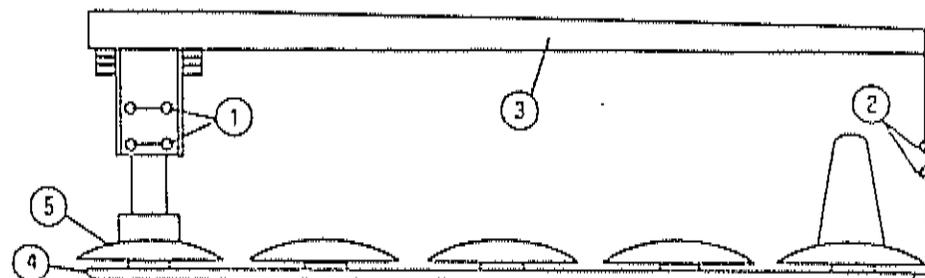

Bild 22
1. Einstellen des Mähbalkens zum Tragarm (Bild 22)
Speziell am ersten Mähdecker unterhalb der Antriebswelle (5 Bild 22) beim Zusammenbau auf saubere Paßflächen achten. Alle Halteschrauben für Mähdecker reihum mehrmals nachziehen. Schrauben (1 Bild 22) nicht lösen!
Schräggugellager: Der erste Mähdecker (5 Bild 22), der unmittelbar unter dem Winkeltrieb sitzt, ist mit zwei Schräggugellagern (7) gelagert. (Bei allen anderen Mähdeckern sind Rillenkugellager verwendet.) Die Schräggugellager müssen im Lagergehäuse (8) so eingebaut werden, daß die Lagerinnenringe sich mit der schmälere Seite (10) gegenüberstehen.